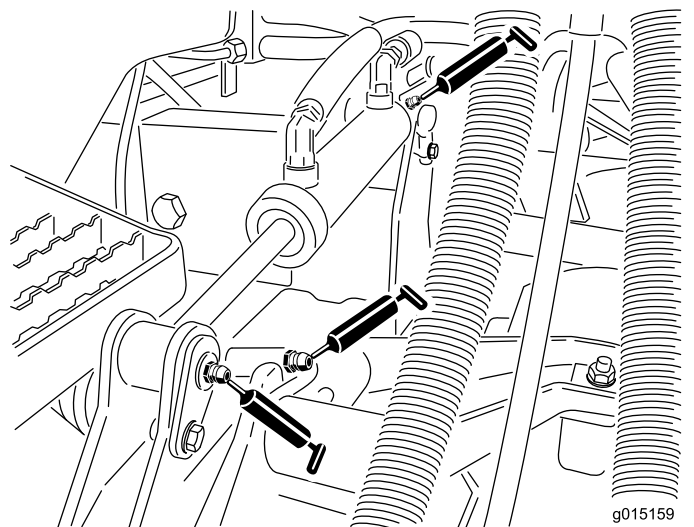

Figura 51
- Casquilhos do braço de elevação (1 por unidade de corte) (Figura 51)
- Casquilhos do cilindro de elevação (2 por unidade de corte) (Figura 51)